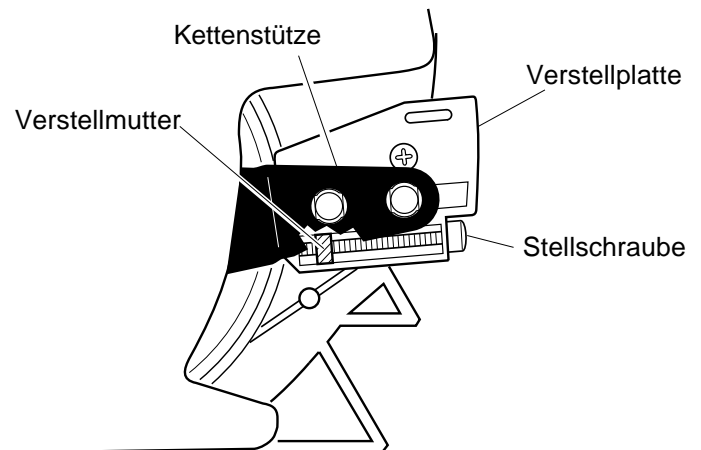

Abb.4 - Orientierungszeichnung für das Anmontieren des Schwertes
3. Stellschraube so lange gegen den Uhrzeigersinn drehen (siehe Abb.4), bis die Verstellmutter am rückwärtigen Ende der Verstellplatte angelangt ist.